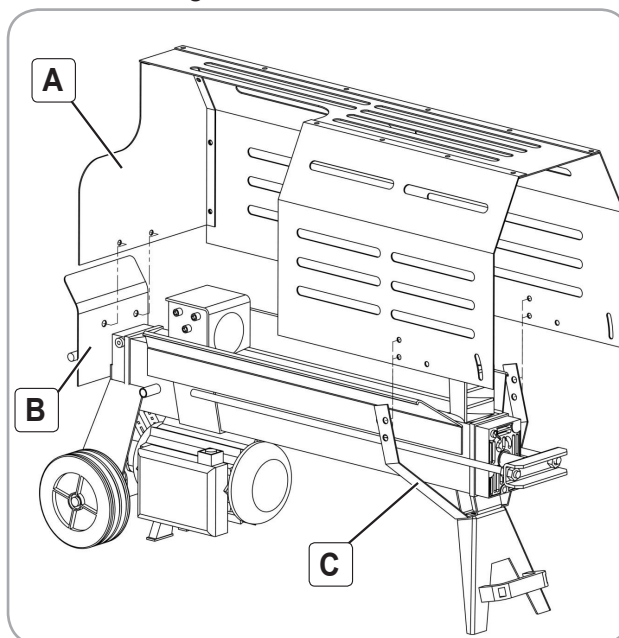

Fig.7
Conectați Protecția utilajului (A) cu Protecția manetei de control (B) și brida de fixare protecției (C) prin intermediul șuruburilor M8x16, șaiabelor Ø8 și piulițele de blocare M8 conform Fig.7